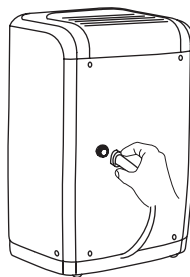

fig. 2
2. Inserire l'estremità filettata femmina del tubo nel connettore di scarico dell'apparecchiatura (fig. 2).